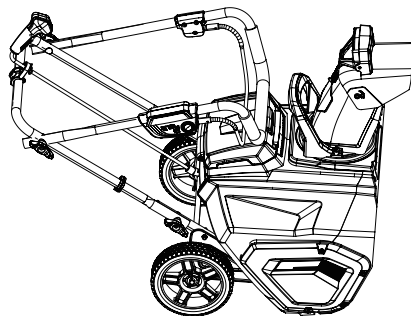

Рис. 13
- Для компактного хранения, ослабьте крепление верхней рукоятки и сложите ее (Рис. 13).